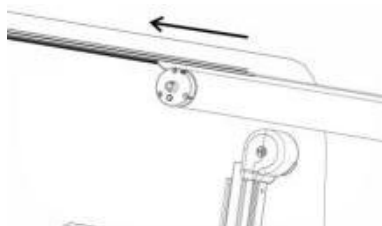

Figure C19
3.6 Allentare una sezione di tessuto sul tubo avvolgitore della tenda da sole e infilarla nella guida del tessuto del veicolo (Figura C19).